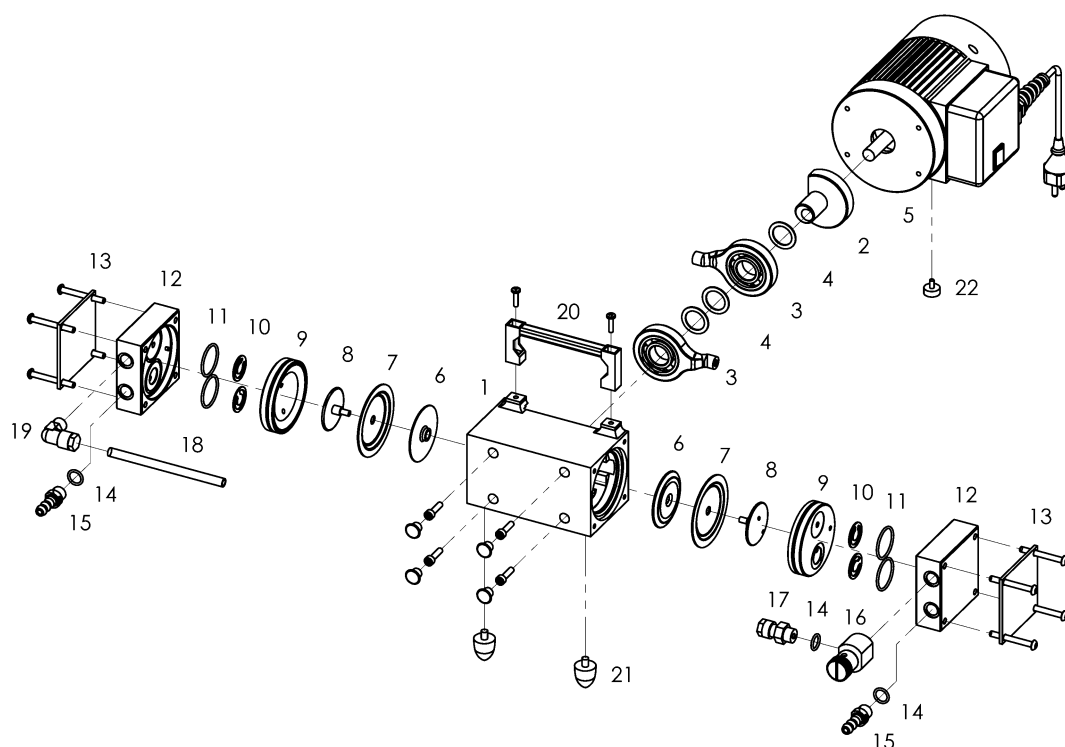

Fig. 6 Dessin d'explosion
2. En appliquant le couple de serrage correct de 2 - 4 Nm, avec une clé à ergots de taille 3, vissez la rondelle de pression (9), le disque de membrane (8) et la rondelle de serrage (7).
3. Placez en position centrale la bielle (5) (voir fig. 6) et le disque de membrane (8).
4. Positionnez la tête de pompe (6).
5. Insérez le joint de soupape (5) et le joint torique (4).